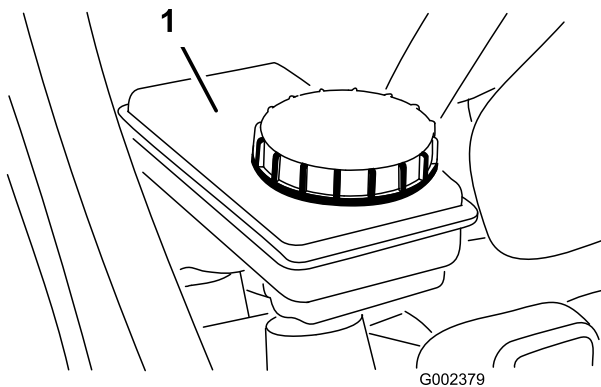

Figura 25
2. Il livello del fluido deve raggiungere la linea di pieno sul serbatoio (Figura 25).